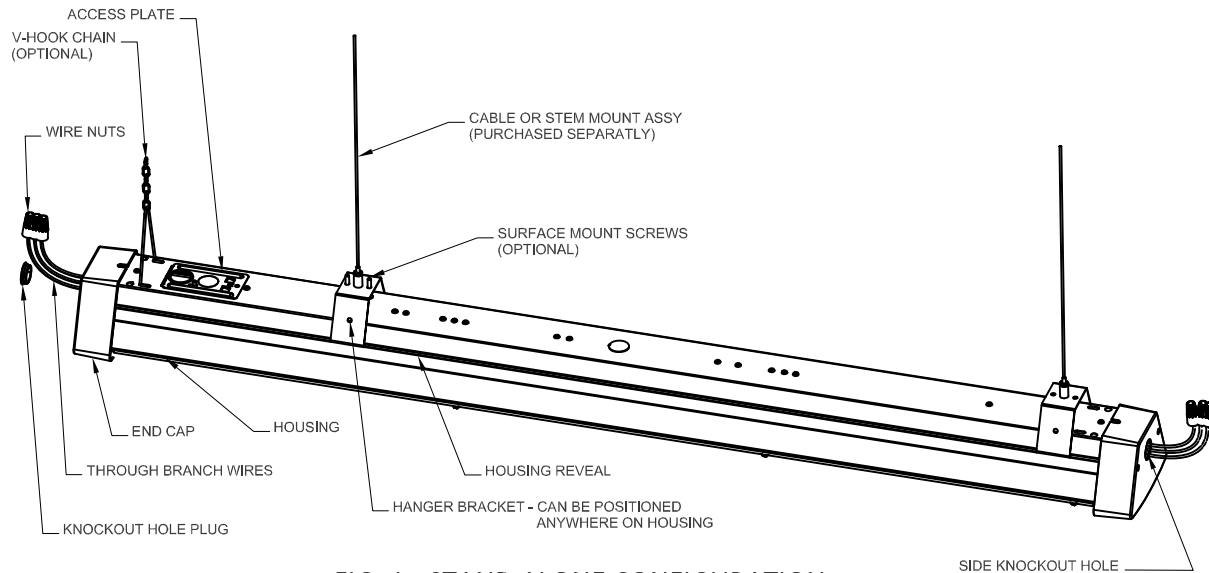

FIG. 1 - STAND ALONE CONFIGURATION
- 3) To install with HANGER BRACKETS (ORDERED SEPARATELY) (See FIG.1):
- 5) To surface mount: Attach HANGER BRACKETS to ceiling surface using (2) screws. Snap fixture into HANGER BRACKETS by pushing luminaire upward, until bracket clips into housing reveal.
- 3) Pour installer les SUPPORTS DE SUSPENSION (COMMANDÉS SÉPARÉMENT) (Voir FIG. 1) :
- 5) Pour un montage en saillie : Attacher les SUPPORTS DE SUSPENSION à la surface du plafond à l'aide de (2) vis. Enclencher le luminaire dans les SUPPORTS DE SUSPENSION en poussant le luminaire vers le haut jusqu'à ce que le support s'enclenche dans la jouée du boîtier.